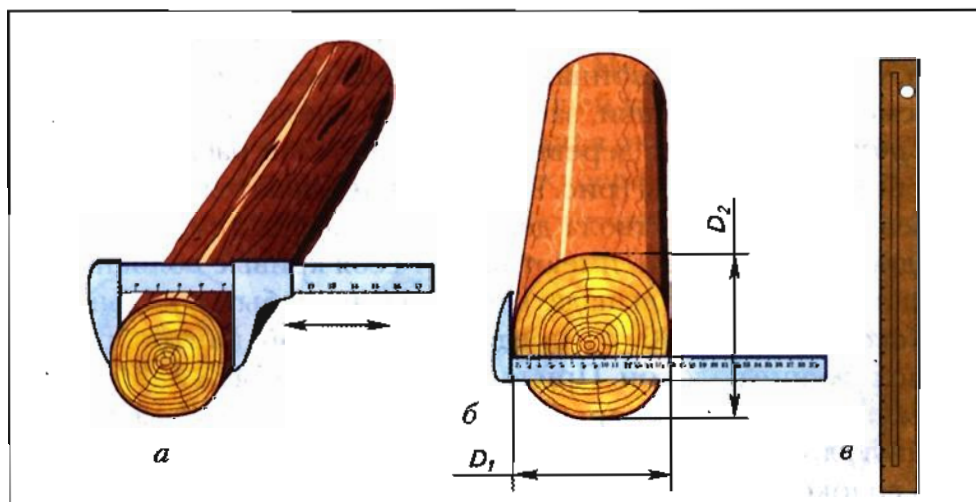

**Рис. 94.** Схема поперечной распиловки хлыста и получаемые лесоматериалы: *а* — хлыст; *б, в* — брёвна и кряжи; *г* — чуртаки и дрова
*Трелёвочными* (термин «трелевать» произошёл от немецкого слова «тащить») машинами, или лесовозами, хлысты транспортируют на *поперечную распиловку*, где их распиливают на *брёвна, кряжи, чураки, дрова* (рис. 94) в порядке уменьшения длины. Обычно длина брёвен составляет 4–6 м, кряжей — 2–4 м, чураков — 1–2 м, дров — 1–0,3 м. Материалы из древесины, получаемые поперечным распиливанием ствола, называют *лесоматериалами*.